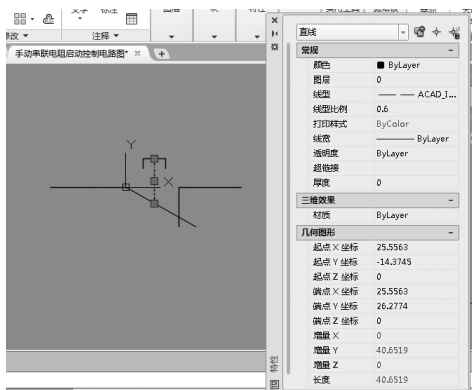

图 6-119 修改线型比例
(27) 双击 SB2 图块中间竖线，打开“特性”选项板，修改线型比例，如图 6-119 所示。修改后的图块如图 6-120 所示。